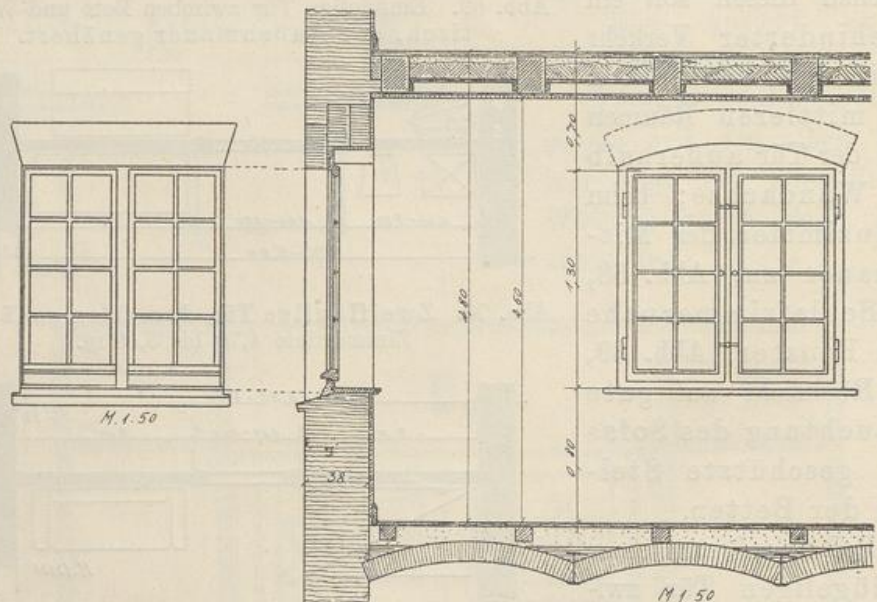
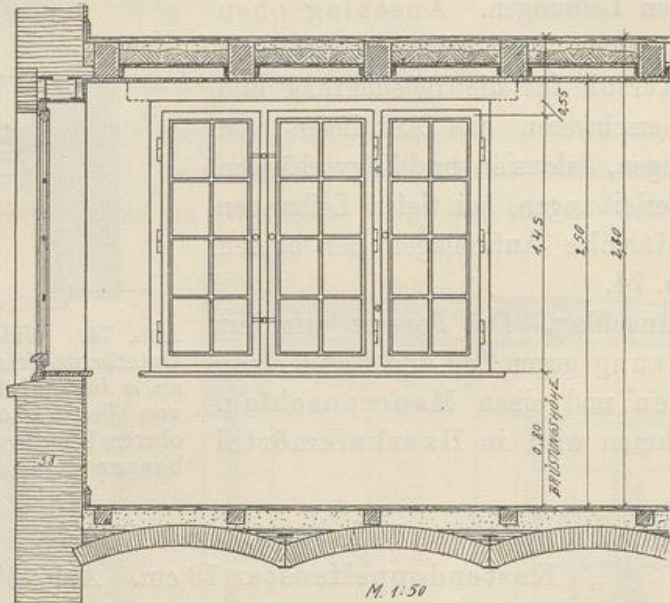
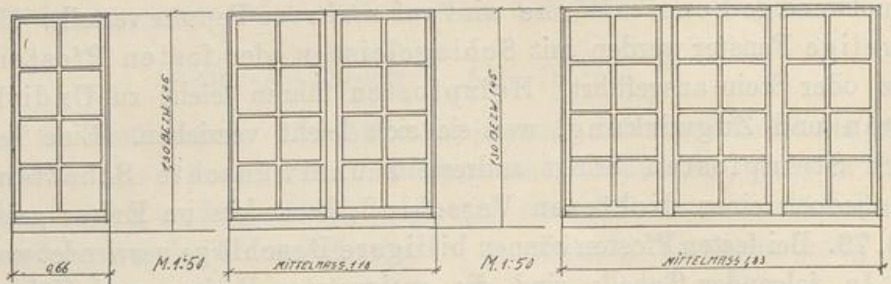

Abb. 73. Geschoßfenster mit innerem Bogen unter Balken.
Abb. 78. Fensterhöhe bei 2,80 m Geschoßhöhe und wagerechtem Sturz aus I-Eisen.
Abb. 80. Einfügliges Fenster 0,66 m breit. Abb. 81. Zweifügliges Fenster 1,18 oder 1,31 m breit. Abb. 82. Dreifügliges Fenster 1,83 bis 2,09 m breit.
12. Fenster. **Abb. 73 bis 77.**
Die beste Form für das Fenster ist das Rechteck. Beim Ziegelbau Sturz häufig mit Flachbogen. **Abb. 73.** Bei gewöhnlichen Fenstern genügt im Ziegelbau über der vorderen Leibung scheidrechter Bogen; die innere Leibung ist jedoch mit besonderem Flachbogen oder mit eisernen Trägern zu überdecken zur Unterstützung der Balken. Für das Anbringen von Rouleauxstangen u. dgl. in den inneren Leibungen. Anschlag oben breiter als an der Seite. Halbkreisbogen sind unpraktisch für die Beleuchtung und teuer. Sie erschweren das Anbringen von Rouleauxstangen, Jalousien und Zugvorhängen in den Fensterleibungen, bei tiefen Leibungen auch das seitliche Aufschlagen der oberen Flügel. **Abb. 74.**
Größe der Fenster. Abb. 78 und 79.
Trägern, bzw. Flachbögen unter Balkenlage, Abb. 73 und 78, z. B. bei 2,80 m Geschoßhöhe ist Fensterhöhe $2,80 - (0,80 + 0,55) = 1,45$ m bei Anordnung von Trägern, 1,30 m bei Anordnung von Flachbögen.
Tabelle für die Größenbemessung der Geschoßfenster. Abb. 80 bis 86.
| Einflügeliges Fenster ohne Oberlicht für Mädchenkammer, Bad und kleinere Räume. Abb. 80. | 0,53; 0,66 und 0,79 m i. L. | 1,45 m i. L. bei 2,80 m Geschoßhöhe und Trägern unter Balken. Abb. 78. 1,30 m i. L. bei 2,80 m Geschoßhöhe bei Bogen unter Balken. Abb. 73. |
Bei geringen Stockwerkshöhen wie beim kleinen Haus ist eine Teilung des Fensters der Höhe nach durch Kämpfer nicht möglich. **Abb. 80 bis 82.** Erst bei größeren Stockwerkshöhen der zu hohen Flügel wegen Kämpfer meist wünschenswert. Anordnung mindestens 1,60 m